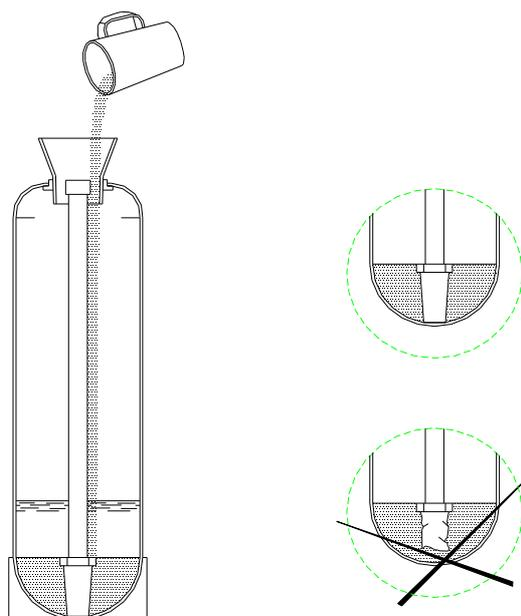

Рисунок 3 — Порядок загрузки фильтрующего материала в корпус фильтра
**ВНИМАНИЕ: ПОСЛЕ ЗАГРУЗКИ ГРАВИЯ НИ В КОЕМ СЛУЧАЕ НЕ ВЫТАСКИВАТЬ ВЕРТИКАЛЬНЫЙ КОЛЛЕКТОР ИЗ КОРПУСА!** Это может привести к поломке дренажного колпачка в результате попадания гравия в его посадочное место на дне корпуса (смотри рисунок 3).